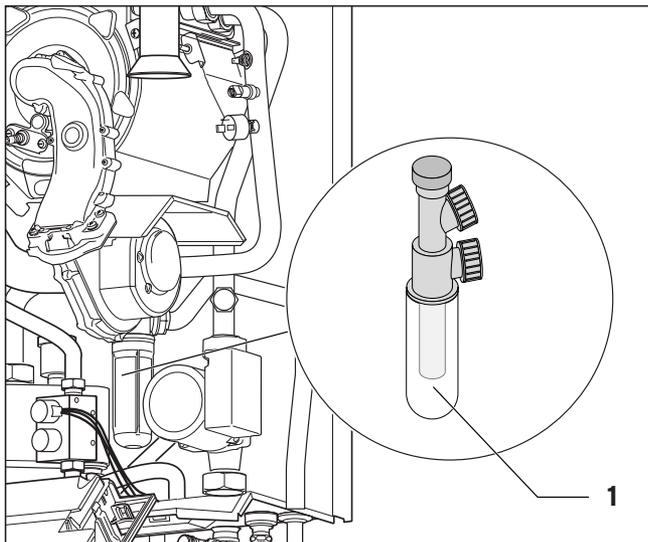

Abb. 5.2 Siphon befüllen
- Schrauben Sie das Unterteil (1) des Kondenswassersiphons (Abb. 5.2) ab.